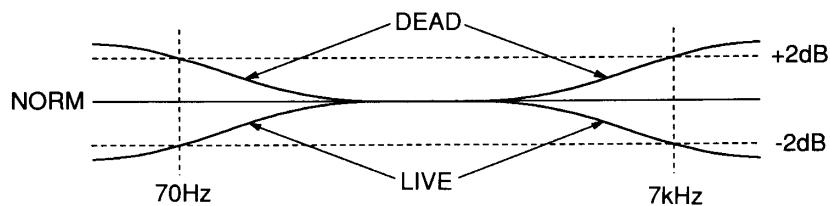

図4. ROOM COND.の補正特性
- ROOM COND.ルームコンディションの補償の設定 (図4参照)